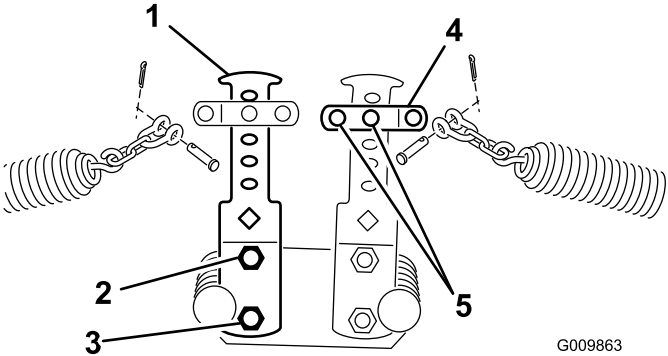

Figura 15
4. Fije el otro extremo del muelle en el taladro apropiado (ver a continuación) de los brazos de contrapeso delantero y trasero (Figura 15 y Figura 16) con el grillete y la cadena, la horquilla, el pasador y la chaveta.
- 5. Fije el otro extremo del muelle en el segundo taladro desde arriba con el grillete con cadena, la horquilla, el pasador y la chaveta (Figura 15).
- 8. Sujete el extremo inferior del brazo de contrapeso al bastidor con el perno y la tuerca que retiró anteriormente. Apriete el perno superior (Figura 15).